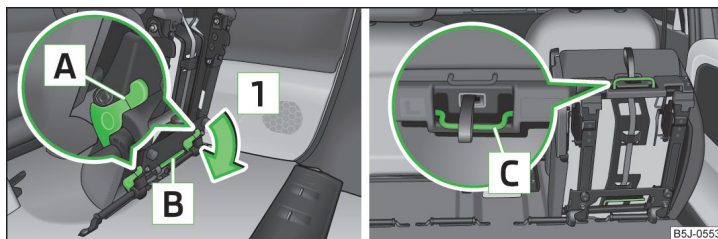

Fig. 57 Deblocarea și demontarea scaunului rabatat spre înainte / mânerul de pe suprafața de șezut
- Deblocarea scaunului rabatat spre înainte prin apăsarea elementelor de blocare **A** » fig. 57, în sensul săgeții **1**.
- › Rabatați scaunul lateral spre înainte » pagina 69, *Rabaterea spătarului spre înainte și rabatarea completă a scaunului spre înainte și deblocați-l » fig. 57 la pagina 69.*